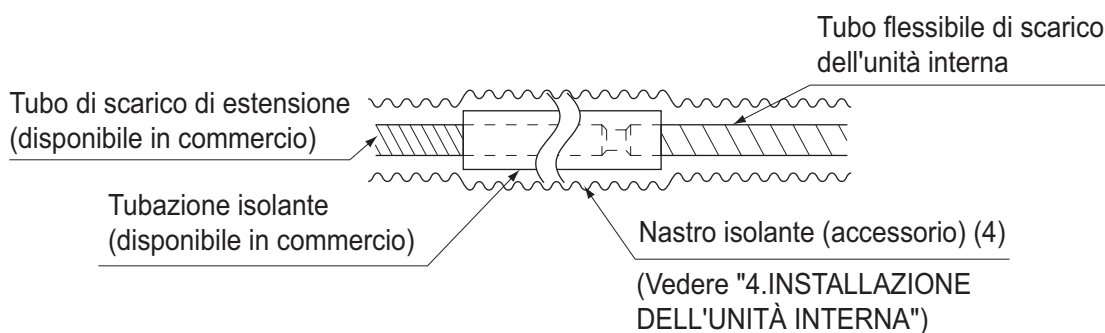

Fig. 17
- Per realizzare una prolunga del tubo flessibile di scarico, utilizzare i tubi flessibili disponibili in commercio a tale scopo e isolare la sezione della prolunga del tubo flessibile di scarico che si trova all'interno del locale. (Fare riferimento alla Fig. 17)